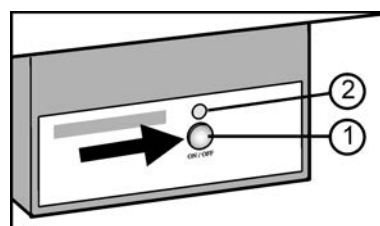

Fig. 17
- ▶ Нажмите и удерживайте кнопку On/Off Fig. 17 (1) так, чтобы светодиод Fig. 17 (2) загорелся.